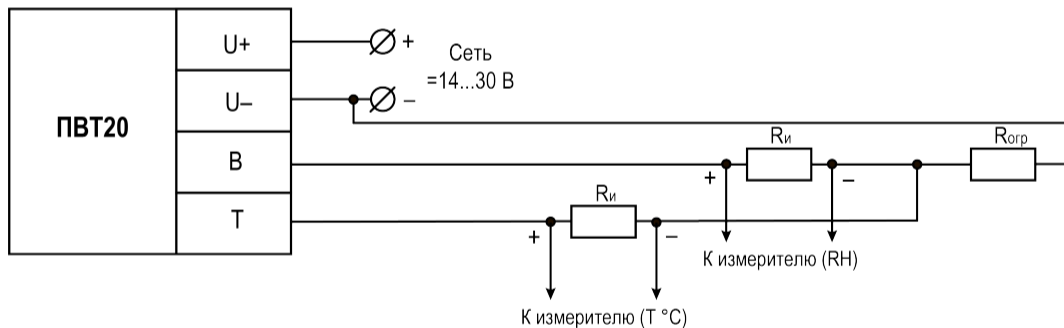

Рисунок 5.6 – Схема подключения (тип выходного сигнала от 4 до 20 мА)
3. Подключить проводники к безвинтовому клеммнику по соответствующей схеме (рисунок 5.6 или 5.7).